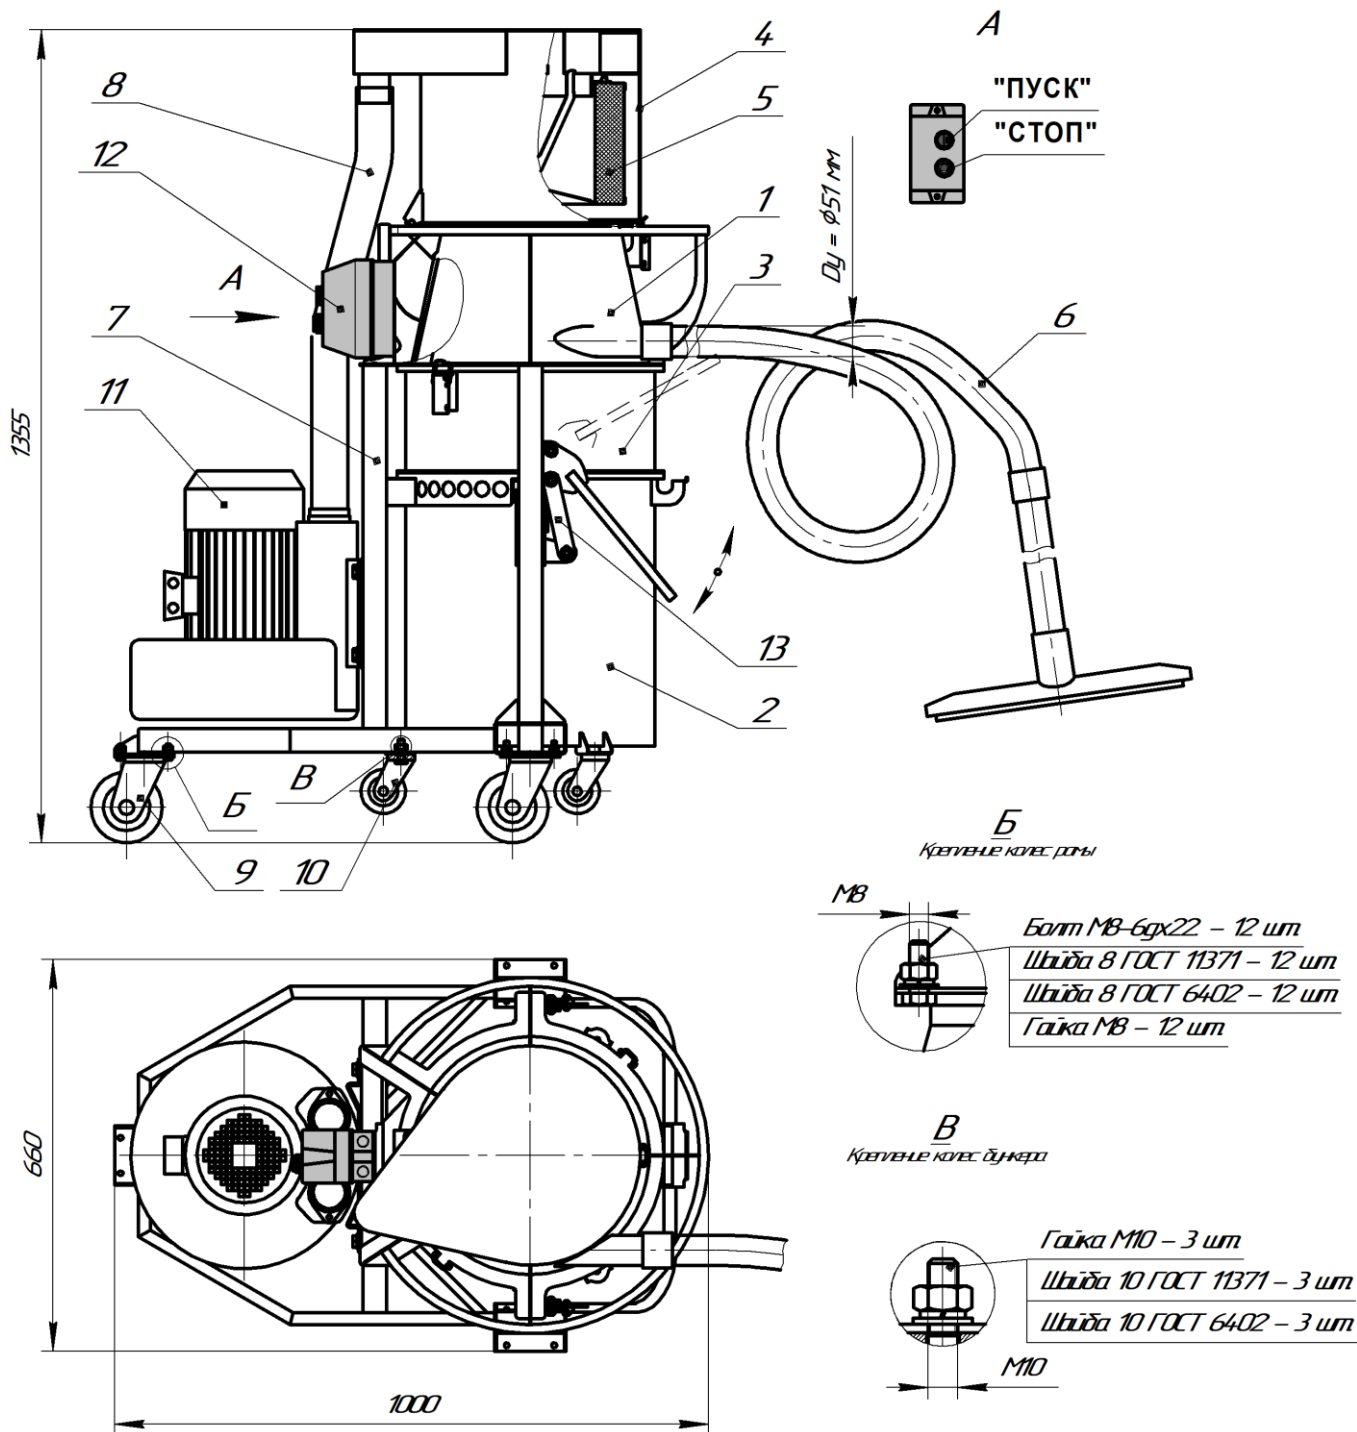

Рисунок 1 – Общий вид промышленного пылесоса ПП - В420
2.1. Общий вид и габаритные размеры пылесоса ПП – В420 приведены на рис.1.
3.1. Пылесос ПП - В420 (рис.1) состоит из следующих составных частей: